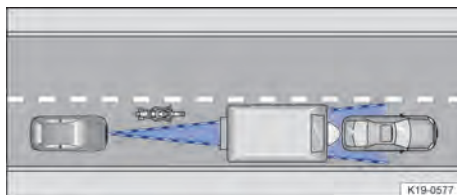

Fig. 153 Veículo estreito.
- Veículos que conduzem fora da área do sensor em pequena distância do próprio veículo, por exemplo, motocicletas → Fig. 153.